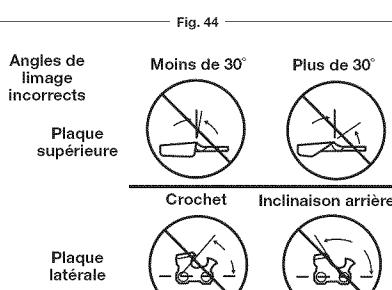

Fig. 45
- INCORRECT (MOINS DE 30°) – Pour couper en biais (Fig. 45).
- INCORRECT (CROCHET) – Ceci provoque « l'accrochage » de la chaîne, qui émousse alors rapidement, ce qui augmente le risque de rebond. Un crochet se forme lorsqu'une lime de trop faible diamètre est utilisée ou si la lime est tenue trop bas (Fig. 45).